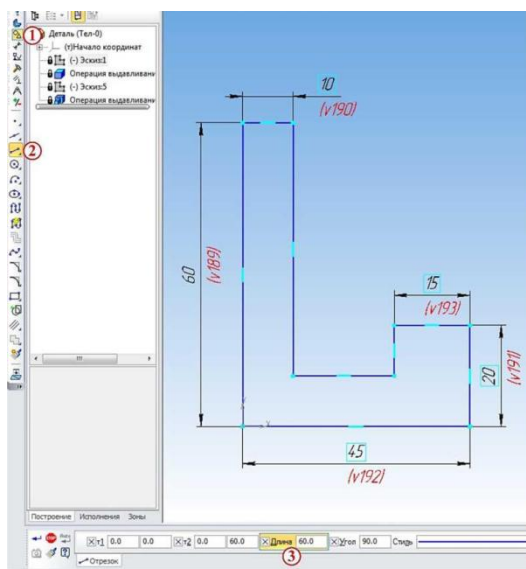

Рисунок 1.
2. Запустите КОМПАС-3D, выберите опцию **Файл** → **Создать (новый документ)** → **Деталь**. Выбрав одну из координатных плоскостей, нажимаем кнопку **Эскиз**  и рисуем в ней эскиз угольника 45х60 толщиной 10 мм, выбрав на инструментальной панели **Компактная** кнопку **Геометрия 1** и в нижней части панели кнопку **Отрезок 2**. Заранее на нем можно сделать выступ высотой 20 мм и шириной 15 мм. Длина отрезка задается в окне свойств **3**, рисунок 1.